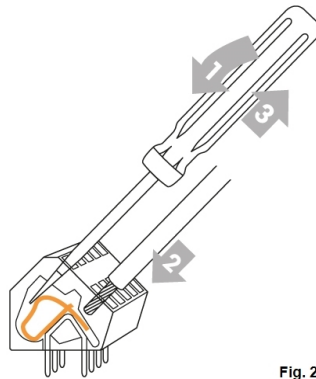

Fig. 2
3. Klemmen mit einem passenden Schraubendreher öffnen (Abb. 2) und Elektroanschluss am Regler vornehmen.